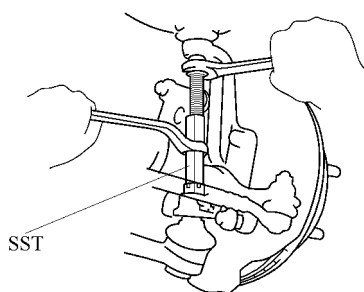

图 14-106 从转向节脱开下球窝节
1) 拆下开口销，旋松下球窝节上的螺母 2~3 圈，将球窝节拆卸工具装入上球窝节和下球窝节之间，然后伸展专用工具，从转向节脱开下球窝节，如图 14-106 所示。